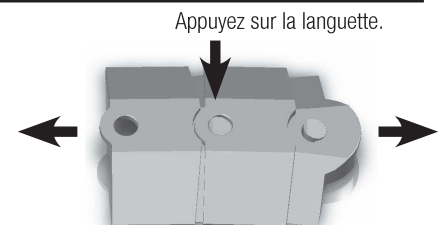

Figure 4: Appuyez sur la languette et séparez les pièces en tirant dessus.
- Appuyez sur la languette du haut avec un tournevis ou tout autre objet tubulaire, puis dégagez les segments, comme illustré dans la Figure 4.